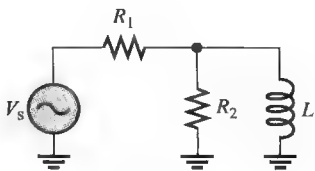

图 12-43
并联电路中的开路元件 在并联 RL 电路中，开路的电感或电阻将使总阻抗增大，从而导致总电流减小。显然，开路元件支路的电流为零，如图 12-43 所示。
- 3. 在图 12-43 的电路中，指出当 L 开路时 I_{tot} 、 V_{R1} 和 V_{R2} 是增大还是减小。